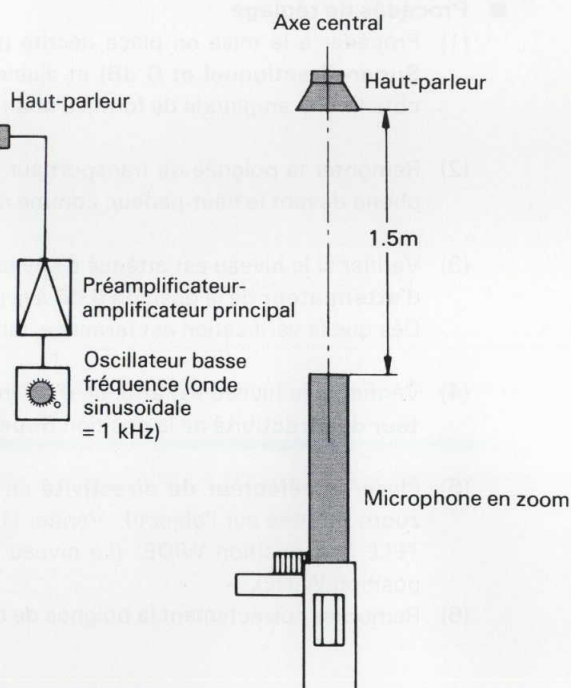

Fig. 5-1-2
- (3) Basculer le sélecteur de directivité en position **Super-directionnel** ($\ominus$) et le **sélecteur d'atténuateur** en position **0 dB**.
- (4) Disposer le microphone devant le haut-parleur comme représenté sur la Fig. 5-1-2 et obtenir du haut-parleur une franche indication acoustique par onde sinusoïdale, **environ 1 kHz** (son qui doit être dénué de toute distorsion de forme d'onde quand il est obtenu de la source sonore).
- (2) Remonter la poignée de transport sur le coffret de la caméra sans la bloquer et placer le microphone devant le haut-parleur, comme représenté sur la Fig. 5-1-2.
- (3) Vérifier si le niveau est atténué d'environ **15 à 20 dB (0,18 à 0,1 fois)** en actionnant le **sélecteur d'atténuateur** de la position **0 dB** à la position **-20 dB**.